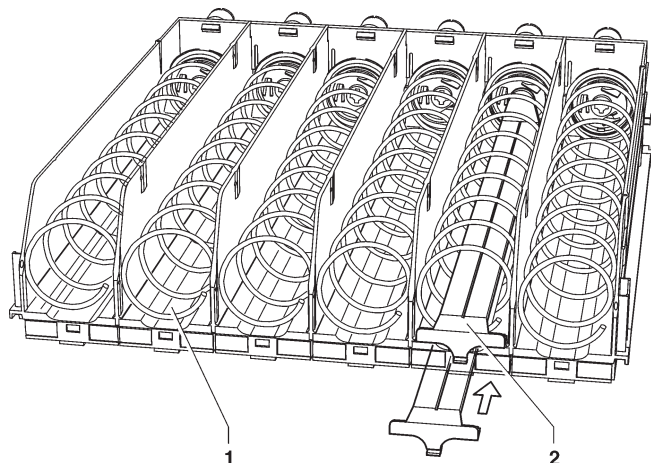

Fig. 9
- La maggior parte delle bottiglie può essere distribuita senza l'utilizzo di rialzi caricando le bottiglie capovolte in modo che il tappo scorra nella scanalatura degli scomparti. (vedi fig. 9)